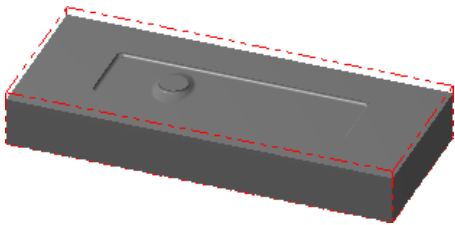

图 7.3 显示工件
Step4. 单击“机器群组属性”对话框中的 按钮，完成工件的设置。此时零件如图 7.3 所示，从图中可以观察到零件的边缘多了红色的双点画线，双点画线围成的图形即为工件。